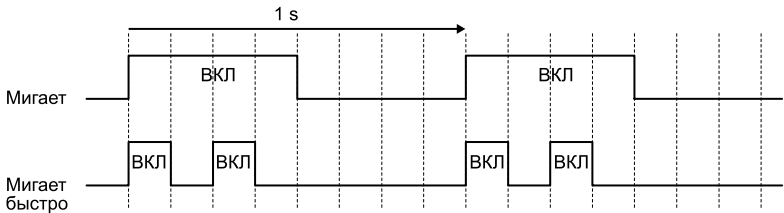

Рисунок 8.3 Состояния мигающего индикатора
*1 Отличие обычного мигания от быстрого см. на иллюстрации Рисунок 8.3.